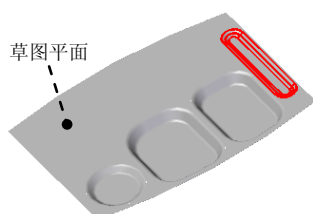
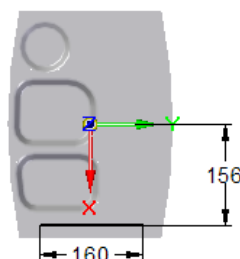

图 6.9.15 加强筋特征 1
图 6.9.16 截面草图
Step8. 创建图 6.9.15 所示的加强筋特征 1。
(1) 选择命令。在“主页”功能选项卡“钣金”工具栏中单击按钮，选择 加强筋命令。
(2) 绘制加强筋截面草图。选取图 6.9.15 所示的模型表面为草图平面，绘制图 6.9.16 所示的截面草图。